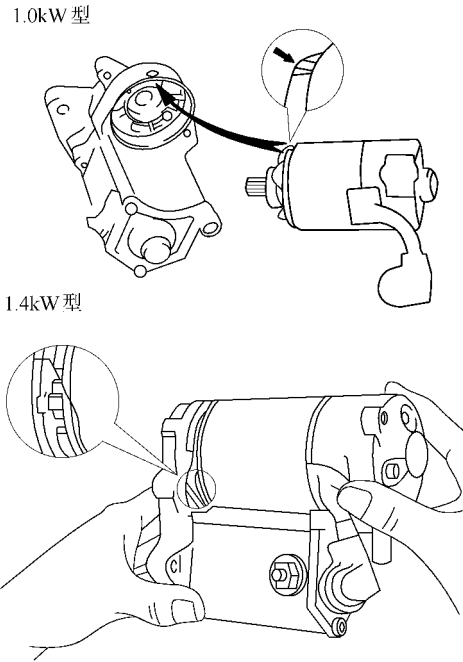

图 6-27 使磁场框架上凸出部与电磁开关的切口对准
1) 将 O 形密封圈装在磁场框架上（1.4kW 型），使磁场框架上的凸出部与电磁开关的切口对准，如图 6-27 所示。